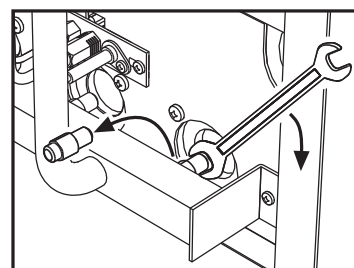
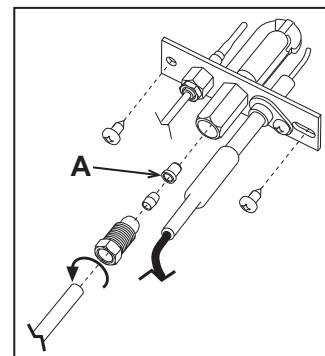

fig. 4
fig. 5
2. Remplacer les gicleurs du brûleur principal (fig. 4) et du brûleur-pilote (A - fig. 5) en montant les gicleurs indiqués sur le tableau des caractéristiques techniques cap. 5, en fonction du type de gaz utilisé.